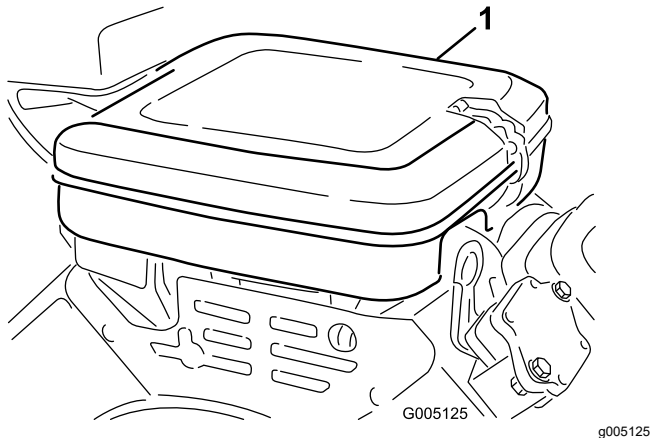

Figure 25
1. Nettoyez le couvercle du filtre à air (Figure 25).